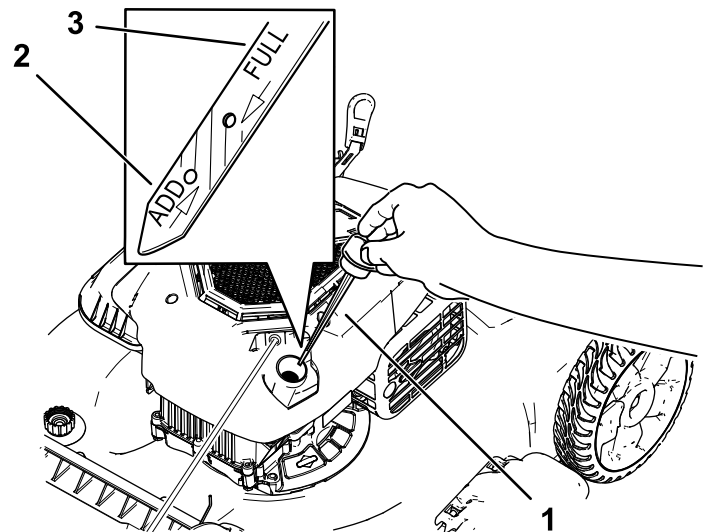

Figura 19
3. Girate il tappo in senso antiorario ed estraete l'asta di livello (Figura 19).
10. Controllate il livello dell'olio sull'asta (Figura 19).